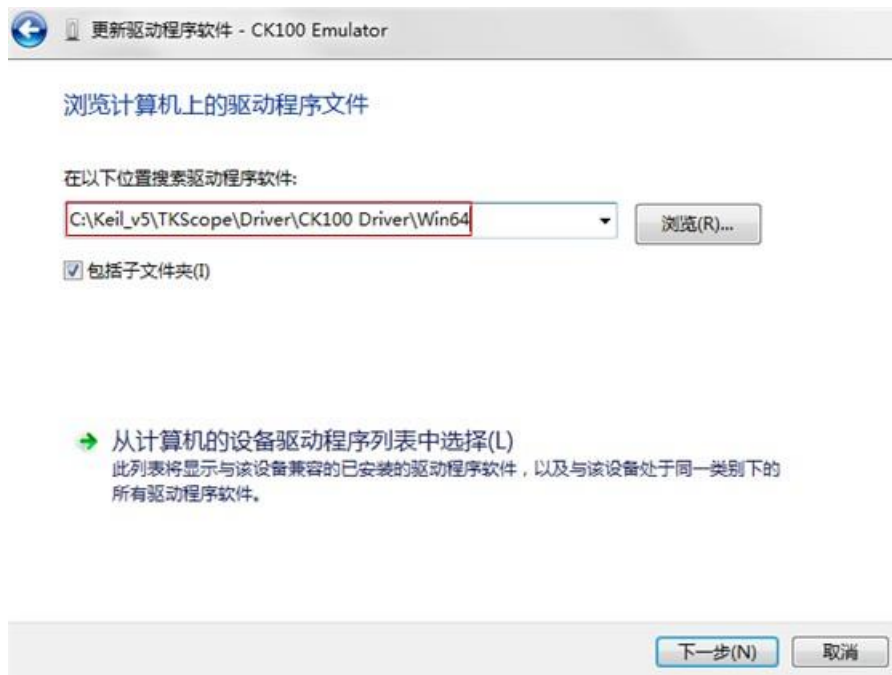

图 2.47 选择驱动程序路径
- (4) 接着设置驱动程序路径，如图 2.47 所示，填入 TKScope 安装目录下相应驱动程序的路径即可，也可以选择【浏览】找到驱动程序的目录。这里设置为 C:\Keil\_v5\TKScope\Driver\CK100 Driver\Win64，如果是 32 位系统，则最后的路径应该是 Win32。选择路径后，直接点击【下一步】进入驱动安装，等待安装结束即可。